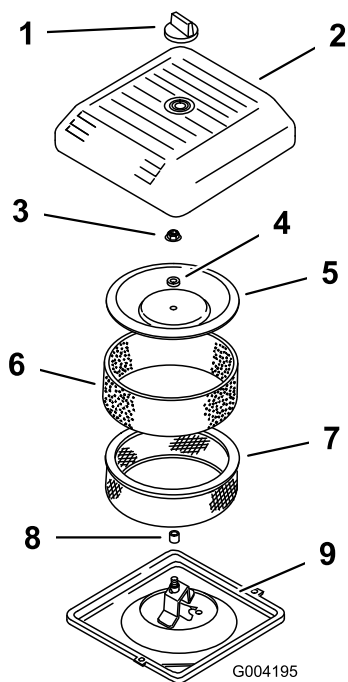

Figura 155
3. Svitare la manopola e rimuovete il coperchio del corpo del filtro (Figura 155).
- Fate scorrere attentamente il prefiltro in schiuma sintetica fuori dall'elemento di carta (Figura 155).
- Svitare il dado del coperchio e rimuovete il coperchio, il distanziale e il filtro di carta (Figura 155).